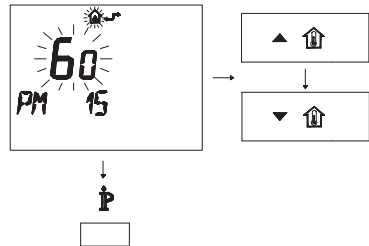

Fig. 5.33
- Modificare il SET programmato agendo sui pulsanti **▲** **UP** o **▼** **UP** fino a visualizzare un **set di 60**, aspettare che il numero programmato cominci a lampeggiare (Fig. 5.33).